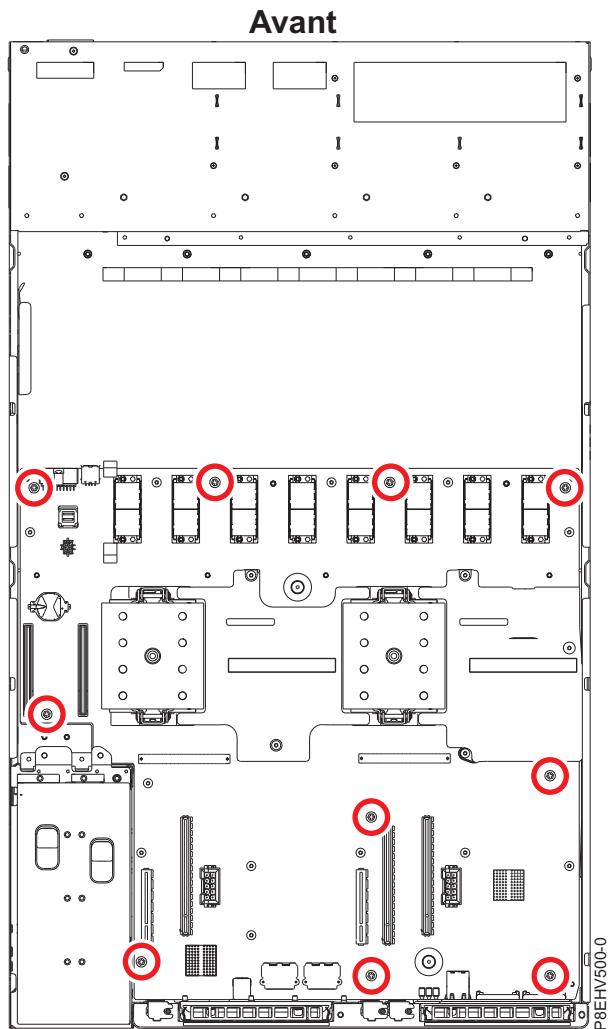

Figure 64. Emplacements des vis du fond de panier système
11. Desserrez et retirez les 10 vis hexagonales de couleur noire (**D**) du fond de panier système. Les emplacements des vis sont illustrés dans la figure 64, à la page 67.